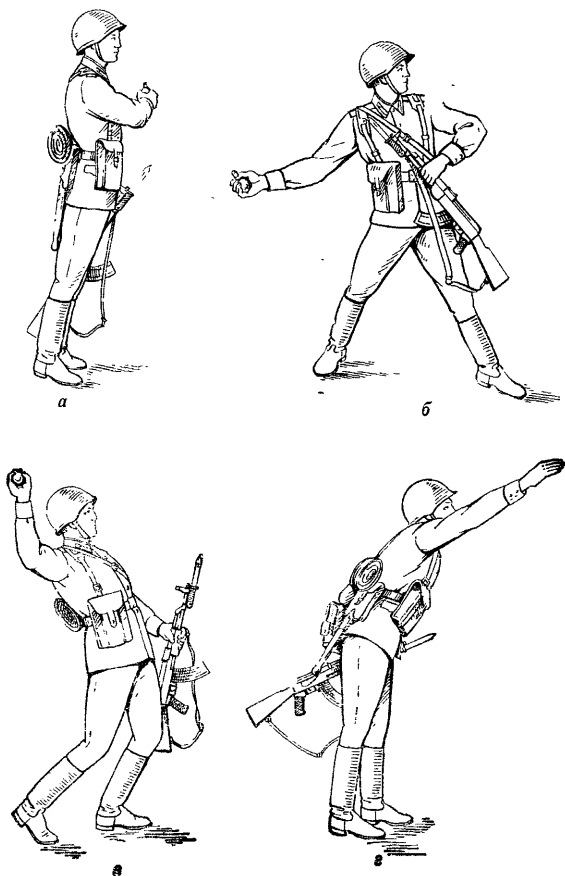

Рис. 21. Прием метания гранаты стоя с места:
53. При метании гранаты **стоя с места** (рис. 21) надо встать лицом к цели; гранату взять в правую (для левши — в левую), а оружие в левую (правую) руку и выдернуть предохранительную чеку; сделать правой ногой шаг назад, согнув ее в колене, и, поворачивая (как бы закручивая) корпус вправо, произвести замах гранатой по дуге вниз и